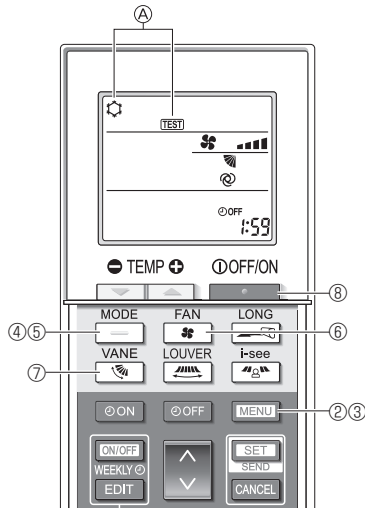

Fig. 7-10
- ① Active la unidad al menos 12 horas antes de realizar una prueba de funcionamiento.
- ② Pulse el botón **MENU** durante 5 segundos. (Fig. 7-10)
- ③ Pulse el botón **MENU**.
En pantalla se visualiza ④ [TEST] (PRUEBA) y el modo actual de funcionamiento. (Fig. 7-10)
- ④ Pulse el botón **←** para activar el modo de refrigeración, y compruebe si sale aire frío de la unidad.
- ⑤ Pulse el botón **→** para activar el modo de calefacción, y compruebe si sale aire caliente de la unidad.
- ⑥ Pulse el botón **⊞** y compruebe si cambia la velocidad del ventilador.
- ⑦ Pulse el botón **⊞** y compruebe que el sistema automático de desviación del aire funciona correctamente.
- ⑧ Pulse el botón **⊞** para detener la prueba de funcionamiento. (Al cabo de dos horas, se enviará una señal para detener la prueba de funcionamiento).